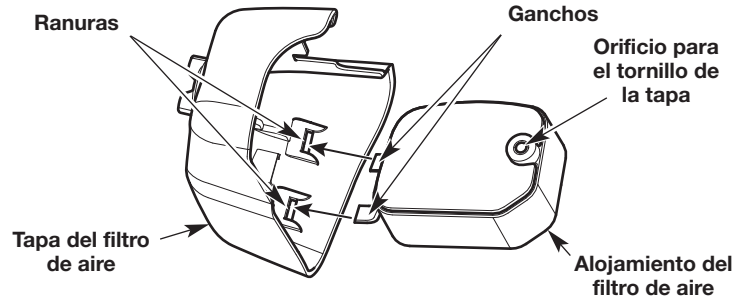

Fig. 32
7. Inserte los ganchos del alojamiento del filtro de aire dentro de las ranuras de la tapa del filtro de aire (Fig. 32).
8. Debe girar la tapa del filtro de aire hacia la derecha y alinear el tornillo de la cubierta con el orificio destinado a dicho tornillo (Fig. 32). Apriete el tornillo de la tapa para sujetar dicha tapa.